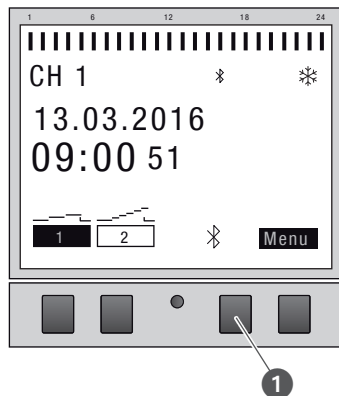

Abb. 26: Bluetooth-Verbindung an der Zeitschaltuhr aufbauen
2. Die Bluetooth-Taste (Abb. 26/①) an der Zeitschaltuhr drücken.